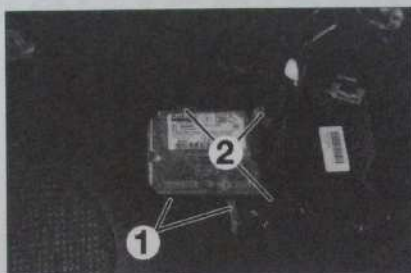

Fig. 14
- Débrancher les connecteurs (1) (Fig. 14).
- les écrous de fixation du calculateur (2),